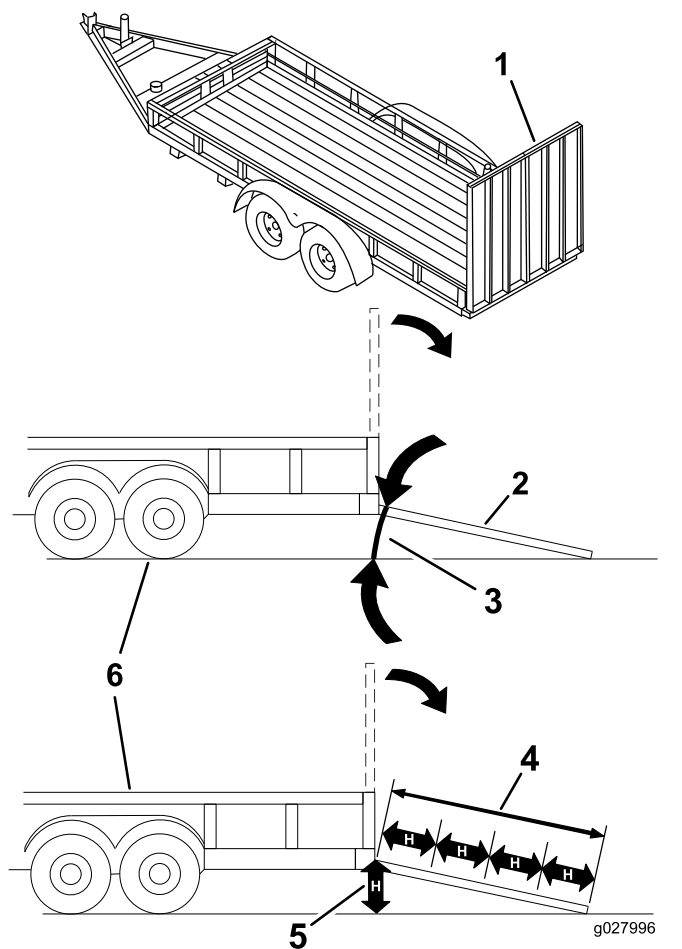

Рисунок 34
При погрузке машины на прицеп или грузовик повышается вероятность опрокидывания, что может привести к получению тяжелой травмы или гибели (Рисунок 34).
3. Опустите наклонный въезд, убедившись, что угол между наклонным въездом и поверхностью земли не превышает 15 градусов (Рисунок 34).